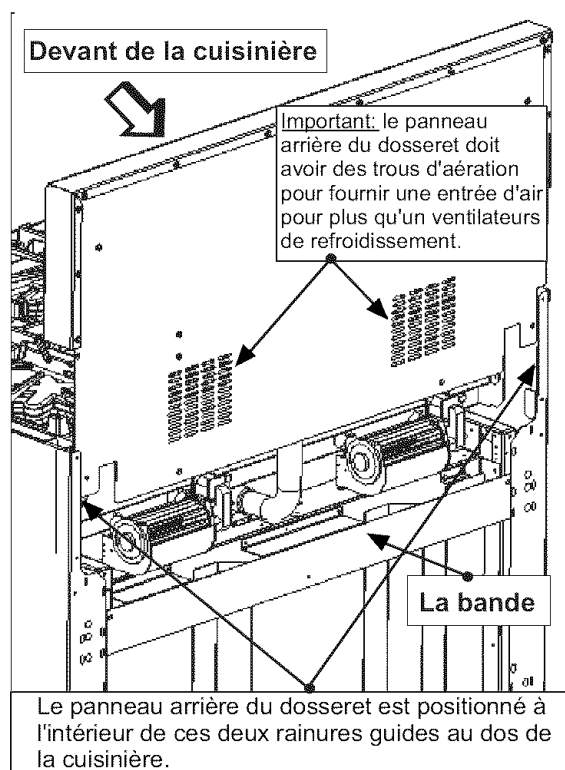

Figure 15 : Emplacement du dossieret
- Le dossier est inséré à l'intérieur des rainures guides au dos de la cuisinière, tel qu'il est illustré en Figure 15. (Enlever la grille ou le gril pour un dégagement suffisant sur les cuisinières sur ces modèles). À l'aide d'un tourne-écrou Torx T-20, fixer le dossier avec les quatre (4) vis Torx sur les panneaux latéraux de la cuisinière.
- La tablette à casserole requiert un préassemblage du panneau supérieur à la tablette en utilisant les neuf (9) vis Torx comprises. Pour une charge suffisante, IL FAUT fixer deux (2) vis dans les coins inférieur du haut de la tablette. Utiliser trois (3) vis Torx pour installer la bande sur le dos de la cuisinière, tel qu'il est illustré. Le centre de la bande peut être supportée par une languette depuis le panneau arrière et ne requiert pas de vis.
- Pour fixer le devant du dossier, installer trois (3) vis Torx par le panneau avant inférieur du dossier, dans le rebord au dos de la surface de la cuisinière.